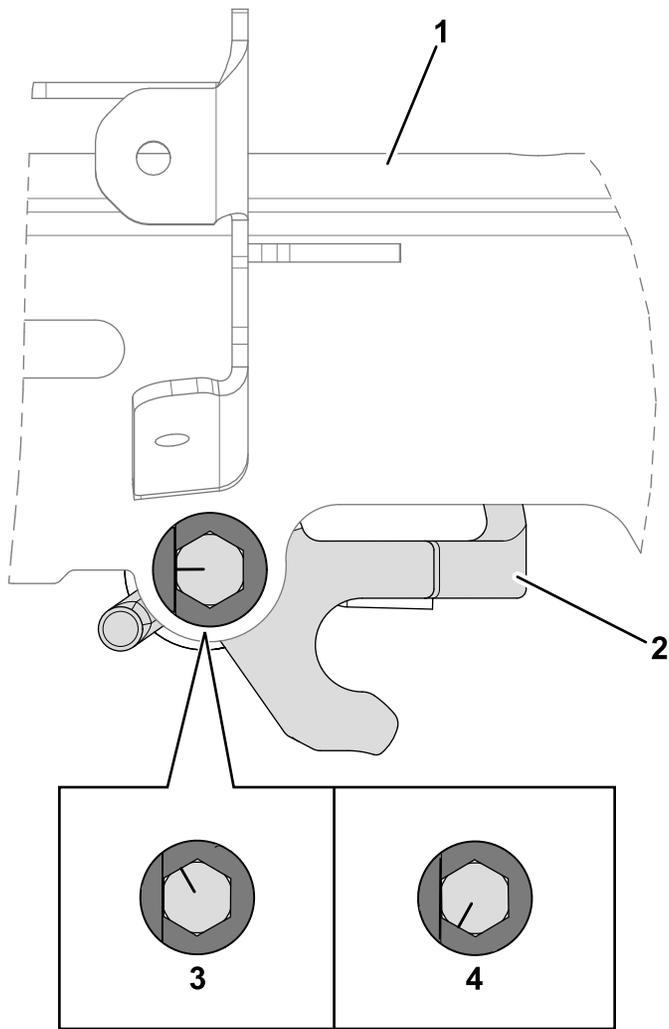

Figura 12
- Ruotate il bullone in senso orario o antiorario per regolare l'angolo del regolatore di altezza della maniglia. Il regolatore dell'altezza della maniglia deve essere parallelo al gruppo saldato dell'alloggiamento superiore, come illustrato nella Figura 12.